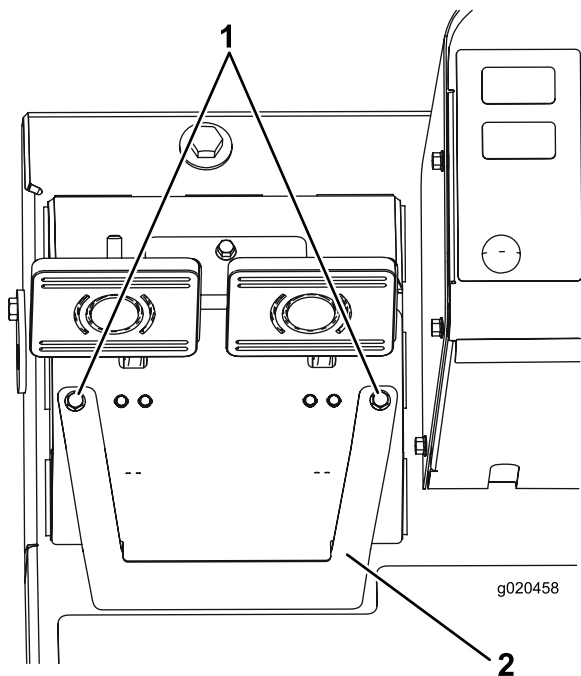

Рисунок 69
- А. Ослабьте 2 крепежных винта и снимите крышку регулировки тормоза (Рисунок 69).